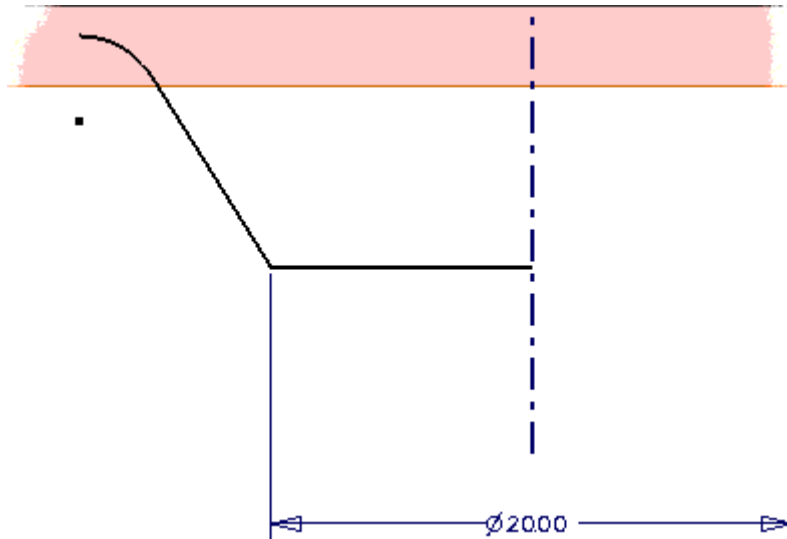

Bild 10: Untere Durchmesserbemaßung
8. Starten Sie aus der Befehlsleiste Skizze den Befehl *allgemeine Bemaßung*. Wählen Sie den linken Endpunkt der horizontalen Linie und die Mittellinie. Platzieren Sie die Bemaßung wie in Bild 10 gezeigt.